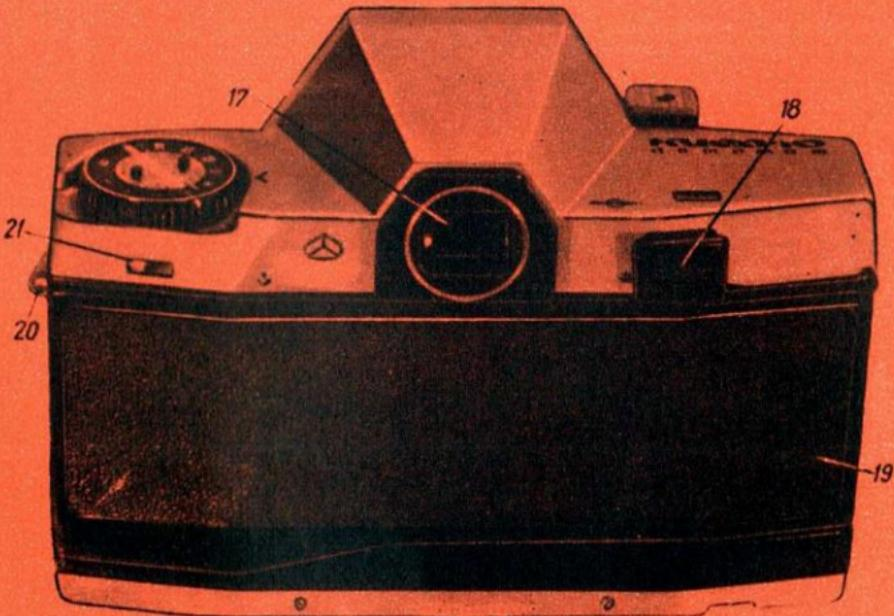

Рис. 3. Вид фотоаппарата со стороны задней стенки:
2. Открыть заднюю стенку 19 (см. рис. 3), отвернув рукоятку обратной перемотки 16 (см. рис. 2) и нажав расположенную под ней кнопку замка.
окне 21 (рис. 3) будет перемещаться светлый флагок. При неплотной намотке пленки на первых кадрах флагок будет оставаться неподвижным.
Не нажмите спусковую кнопку, если рычаг взвода 18 (см. рис. 3) находится не в исходном, а в промежуточном положении, так как при этом может произойти поломка аппарата.